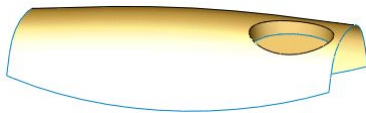

图 7-178 剪裁曲面特征
(7) 单击【曲面】工具栏中的【剪裁曲面】按钮,系统弹出【剪裁曲面】属性管理器。在【选择】选项组中,单击【剪裁工具】选择框,在图形区域选择刚绘制的曲线,选中【保留选择】单选按钮,并单击【保留的部分】选择框,在图形区域选择要保留的部分,单击【确定】按钮,生成剪裁曲面,如图7-178所示。